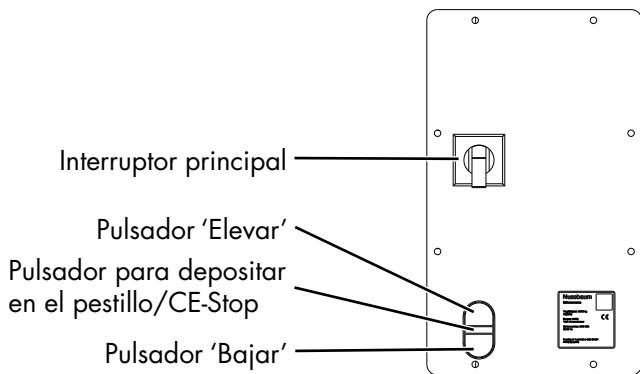

Figura 4: Unidad de mando
- Levantar el vehículo hasta que las ruedas queden en el aire. Presione el pulsador elevar → "Subir" (véase la figura 4)
- Levantar el vehículo hasta que las ruedas queden en el aire. Empuje la palanca de mando hacia adelante → "Subir" (véase la figura 4)
- El elevador se detiene automáticamente unos 20 cm antes de alcanzar la posición más baja. Para bajar la plataforma por completo, pulse el botón "CE-Stop" (Figura 4), entonces la plataforma puede bajar por completo con el botón de bajada. Durante el proceso de bajada suena un pitido.
- El elevador se detiene automáticamente unos 20 cm antes de alcanzar la posición más baja. Para bajar la plataforma por completo, pulse el botón "CE-Stop" (Figura 4), entonces la plataforma puede bajar por completo tirando lentamente de la palanca de mando. Durante el proceso de bajada suena un pitido.